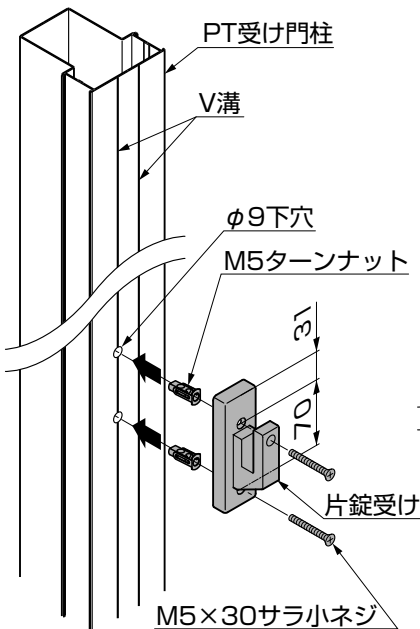

図6-1
①PT受け門柱のV溝部に片錠受けを取付けてください。(図6-1参照)